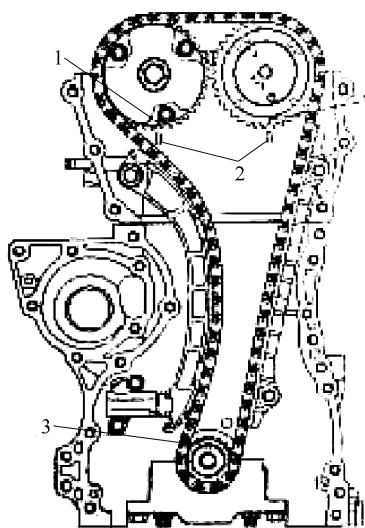

图 6-10 检查正时链的正时标记
10) 给正时链条涂机油,然后,把曲轴朝顺时针方向转动两圈。如图 6-10 所示,检查配合标记 1 是否在下列规定位置上:
缸盖上的槽口 2 配合,如图 6-10 所示。
② 曲轴链轮键 3 是否在曲轴的上部,如图 6-10 所示。